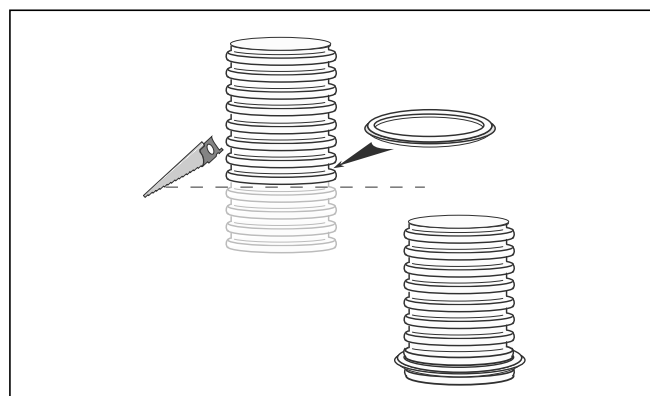

Рис. 4.32 Укорачивание гибкого выпускного газопровода и монтаж уплотнения
Укорачивайте гибкий выпускной газопровод (см. рис. 4.32) только в том случае, если закрепили его на устье шахты.
- Затем монтируйте уплотнение в самом нижнем неповрежденном желобке выпускного газопровода (см. рис. 4.32)